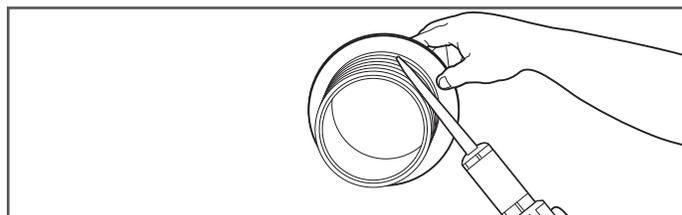

Figure 22-6
4. Appliquez une quantité généreuse de mélange N° de pièce UGF-EPB-50 sur la surface d'étanchéité nervurée du raccord d'admission. Veillez à utiliser suffisamment de mélange époxydique pour qu'il recouvre complètement (Figure 22-6).